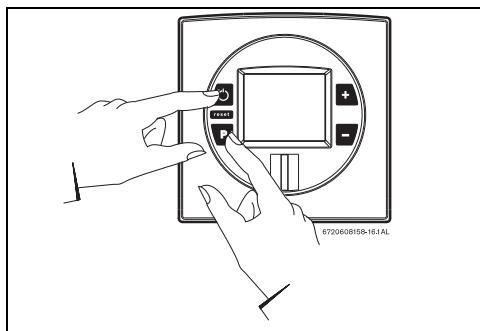

Рис. 49 Режим настройки подачи газа
- ▶ Нажмите и удерживайте кнопку программирования и нажмите кнопку «Вкл./выкл.» для включения прибора (Рис. 49 ).